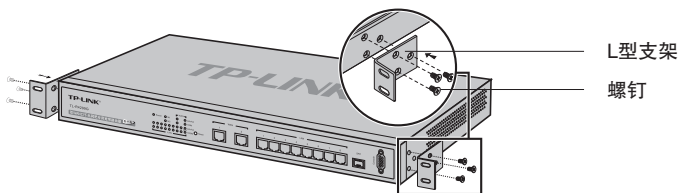

图2-2 L型支架安装示意图
2. 将配件中的两个L型支架分别安装在路由器面板的两侧，并用配件中提供的螺钉固定，如图2-2所示；